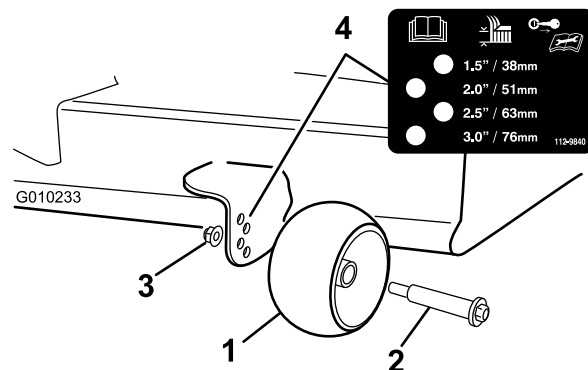

Figure 32
3. Réglez les galets anti-scalp (Figure 32) en fonction de la position de hauteur de coupe la plus proche.